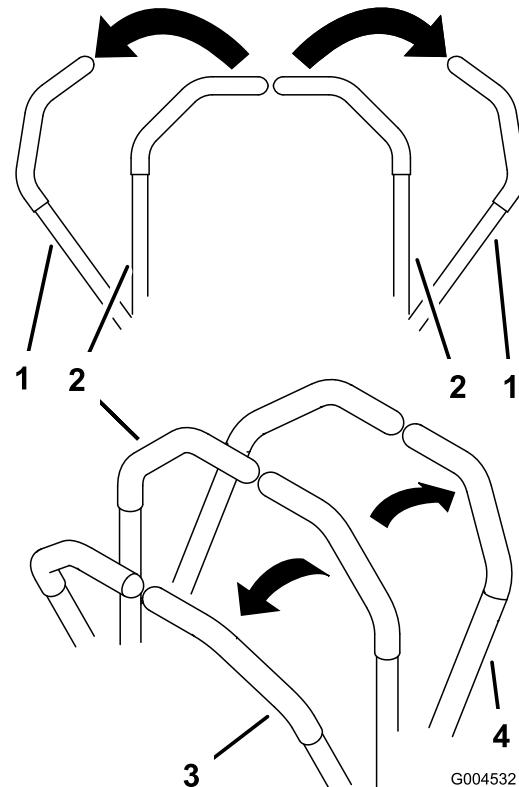

Bild 15
2. Schieben Sie für das Vorwärtstreiben die Fahrantriebshebel langsam vorwärts (Bild 15).
Wenden Sie zum Geradeausfahren auf beide Fahrantriebshebel denselben Druck an (Bild 15).
Verringern Sie zum Wenden den Druck auf den Fahrantriebshebel an der Seite, in deren Richtung Sie wenden möchten (Bild 15).
2. Ziehen Sie zum Rückwärtstreiben die Fahrantriebshebel langsam nach hinten (Bild 15).